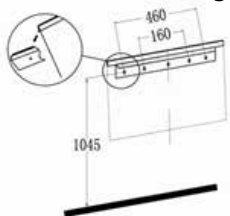

Fig. 4
- Pour une visualisation optimale, marquez les quatre vis de fixation supérieures sur le mur conformément aux dimensions de fixation recommandées, voir la Fig.4.
- Soulevez délicatement le chauffage en veillant à ce que son rebord arrière supérieur enclenche le support mural long (voir la Fig.4 en cercle) et soit placé au centre.